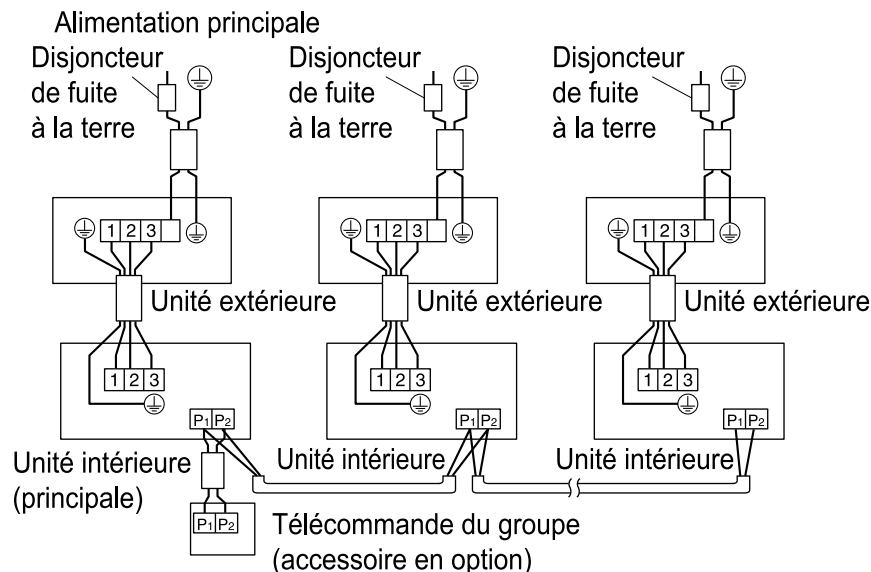

Fig. 35
- **Commande de groupe:** 1 télécommande commande jusqu'à 16 unités intérieures (Toutes les unités intérieures fonctionnent depuis la télécommande). (**reportez-vous à la fig. 35**)
- (1) Retirez le couvercle du boîtier de commande (Reportez-vous au chapitre "9. MODE DE RACCORDEMENT DES CÂBLES ET EXEMPLE DE RACCORDEMENT".)
- (2) Établissez un croisement entre les bornes (P1, P2) du boîtier de commande pour la télécommande (il n'y a pas de polarité) (**Reportez-vous à la Fig. 35 et au Tableau 3**)